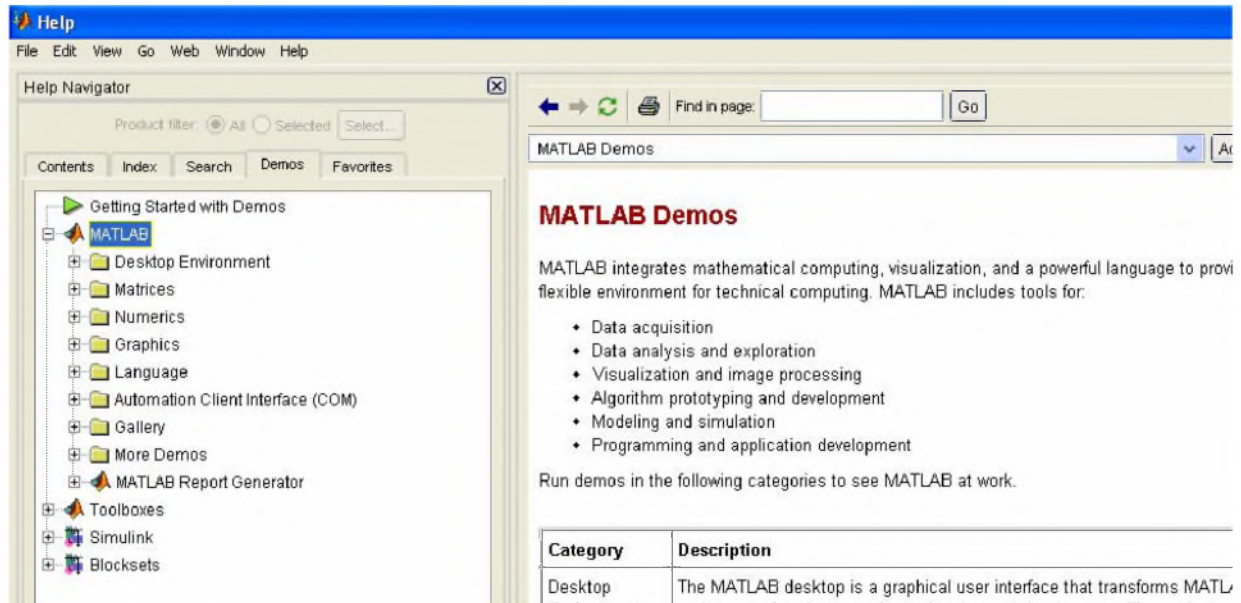

Рис. 1.4. Демонстрационные возможности MATLAB
1.1. Наберите команду *demo* в активной строке командного окна и нажмите *Enter*. Откроется окно демонстрации (рис. 1.4). В левой части окна нажмите на + перед *MATLAB*. После того, как развернется список папок, можно по очереди выбирать папки и посмотреть, какие возможности пакет MATLAB предлагает пользователям.